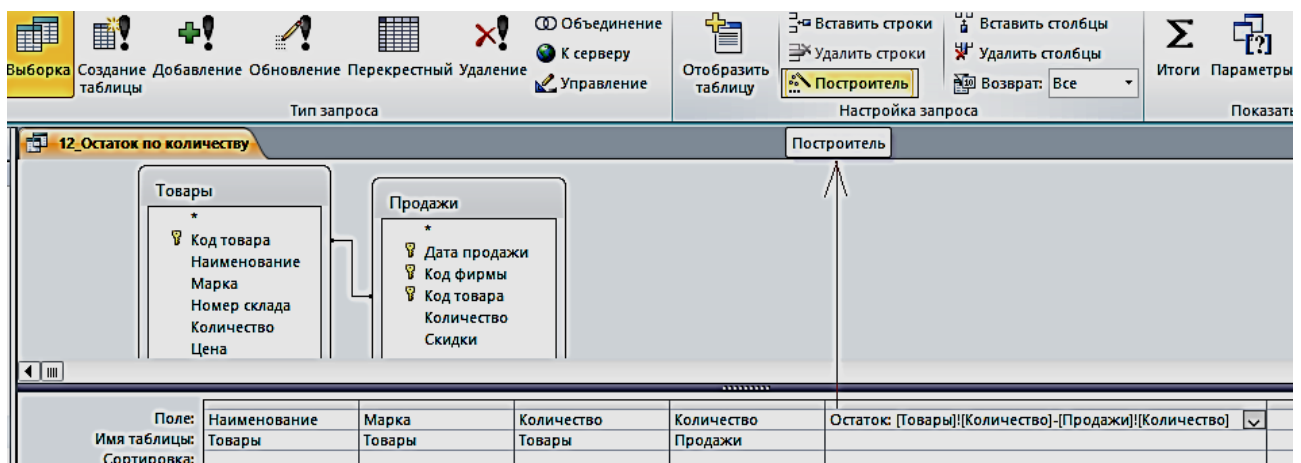

Рис. 3.2. Запрос с вычисляемым полем
3. Вызовите построитель выражений, нажав кнопку **Построитель**  в группе **Настройка запроса** ленты «**Конструктор**». Курсор мыши должен быть установлен предварительно в ячейке ввода выражения (рис. 3.2).